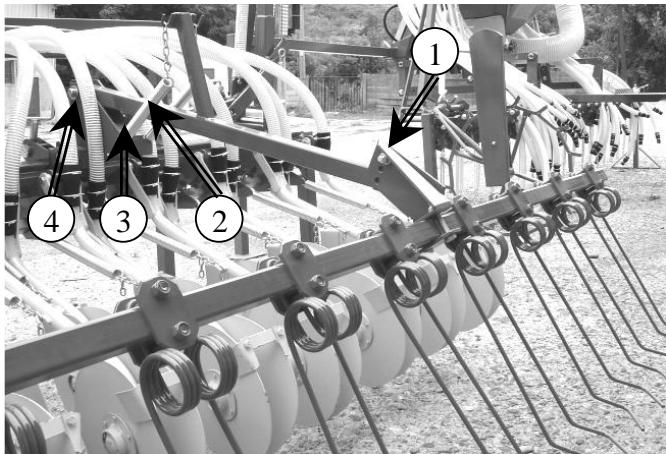

Рис. 29. Рама загортачей
- давление рамы загортачей: при помощи подъемных пружин (2, рис. 29),
- глубина засыпания: при помощи амортизатора (3, рис. 29),
- склон засыпания: при помощи подвесного отверстия (1, рис. 29).